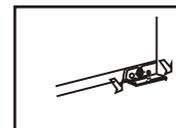

图1
- 1) 将洗衣机程序处于停止位置,将洗衣机内残水排出。用手打开过滤器门(如图1); (注意:如果洗衣机内有热水请等热水冷却后进行)